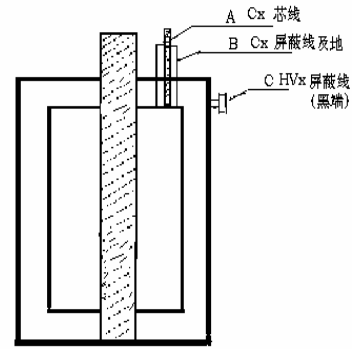

图 15 介损油杯接法
- B. 引线见图 15
- D. (C) 接 HV_x 屏蔽线 (黑端)
- E. (A) 接 C_x 芯线
- F. (B) 接 C_x 屏蔽线及地